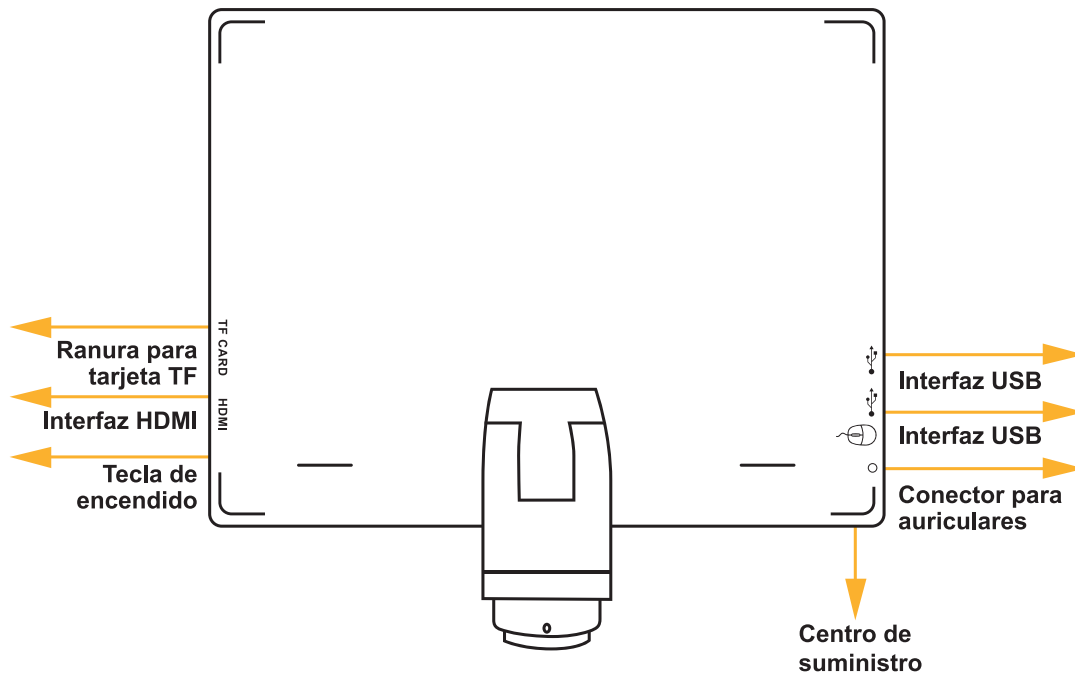

Figura 3.
- g) La estructura de la pantalla LCD se muestra a continuación (Figura 3):